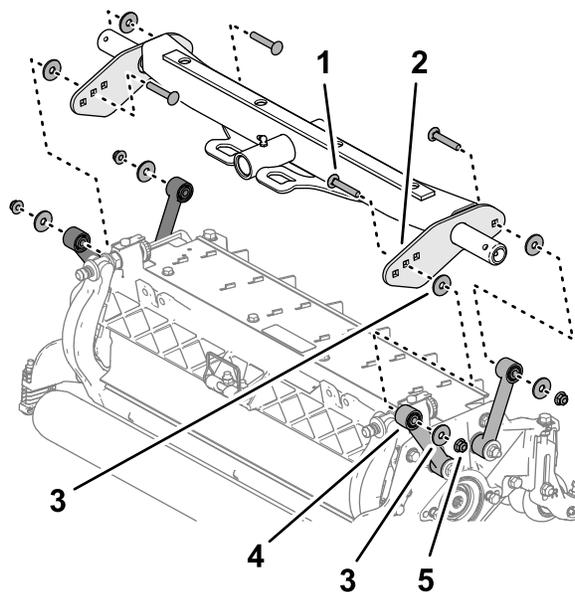

Figura 18
2. Alinhe uma arruela entre a placa de suporte e a ligação (Figura 18), e monte frouxamente as placas e o espaçador com um parafuso francês (3/8 x 2,25 pol.), uma arruela e uma contraporca flangeada (3/8 pol.).